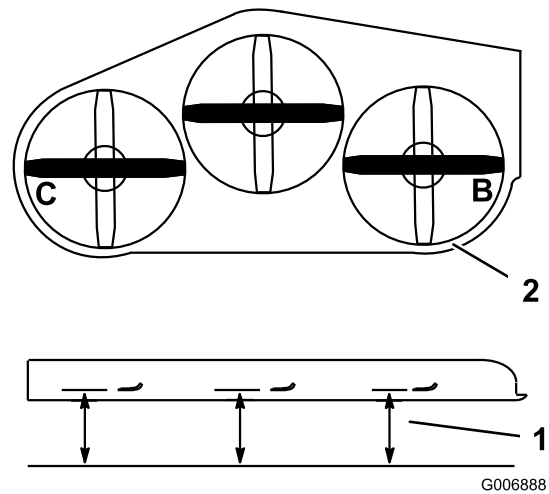

Figura 70
1. Coloque la cuchilla **derecha** en posición lateral (Figura 70).
2. Mida la cuchilla derecha en la posición **B** desde una superficie nivelada hasta el filo de corte del extremo de la cuchilla (Figura 70).
4. Coloque la cuchilla izquierda en posición lateral (Figura 70).
5. Mida la cuchilla izquierda en la posición **C** (Figura 70) desde una superficie nivelada hasta el filo de corte del extremo de la cuchilla.